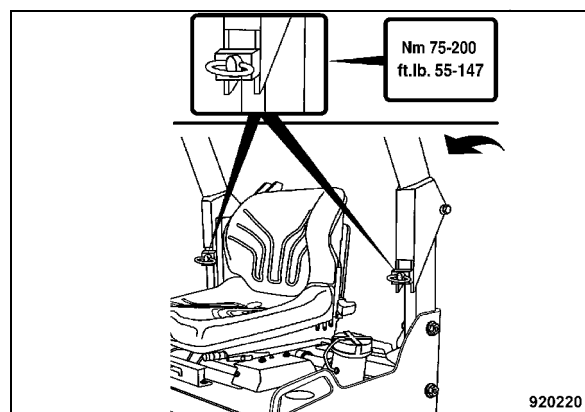

Fig. 87
- Ribaltare il rops ribaltabile verso l'alto (Fig. 87).